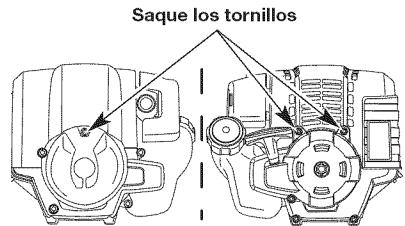

Fig. 40
1. Utilizando un destornillador de cabeza plana o Torx T-25, quite los dos (2) tornillos en la parte posterior de la cubierta del motor y el que se encuentra en la parte delantera de la cubierta del motor (Fig. 40).
- Apague el motor y espere que se enfrie. Utilizando un destornillador de cabeza plana o Tork T-25, quite los dos (2) tornillos en la parte posterior de la cubierta del motor y el que se encuentra en la parte delantera de la cubierta del motor (Fig. 40).